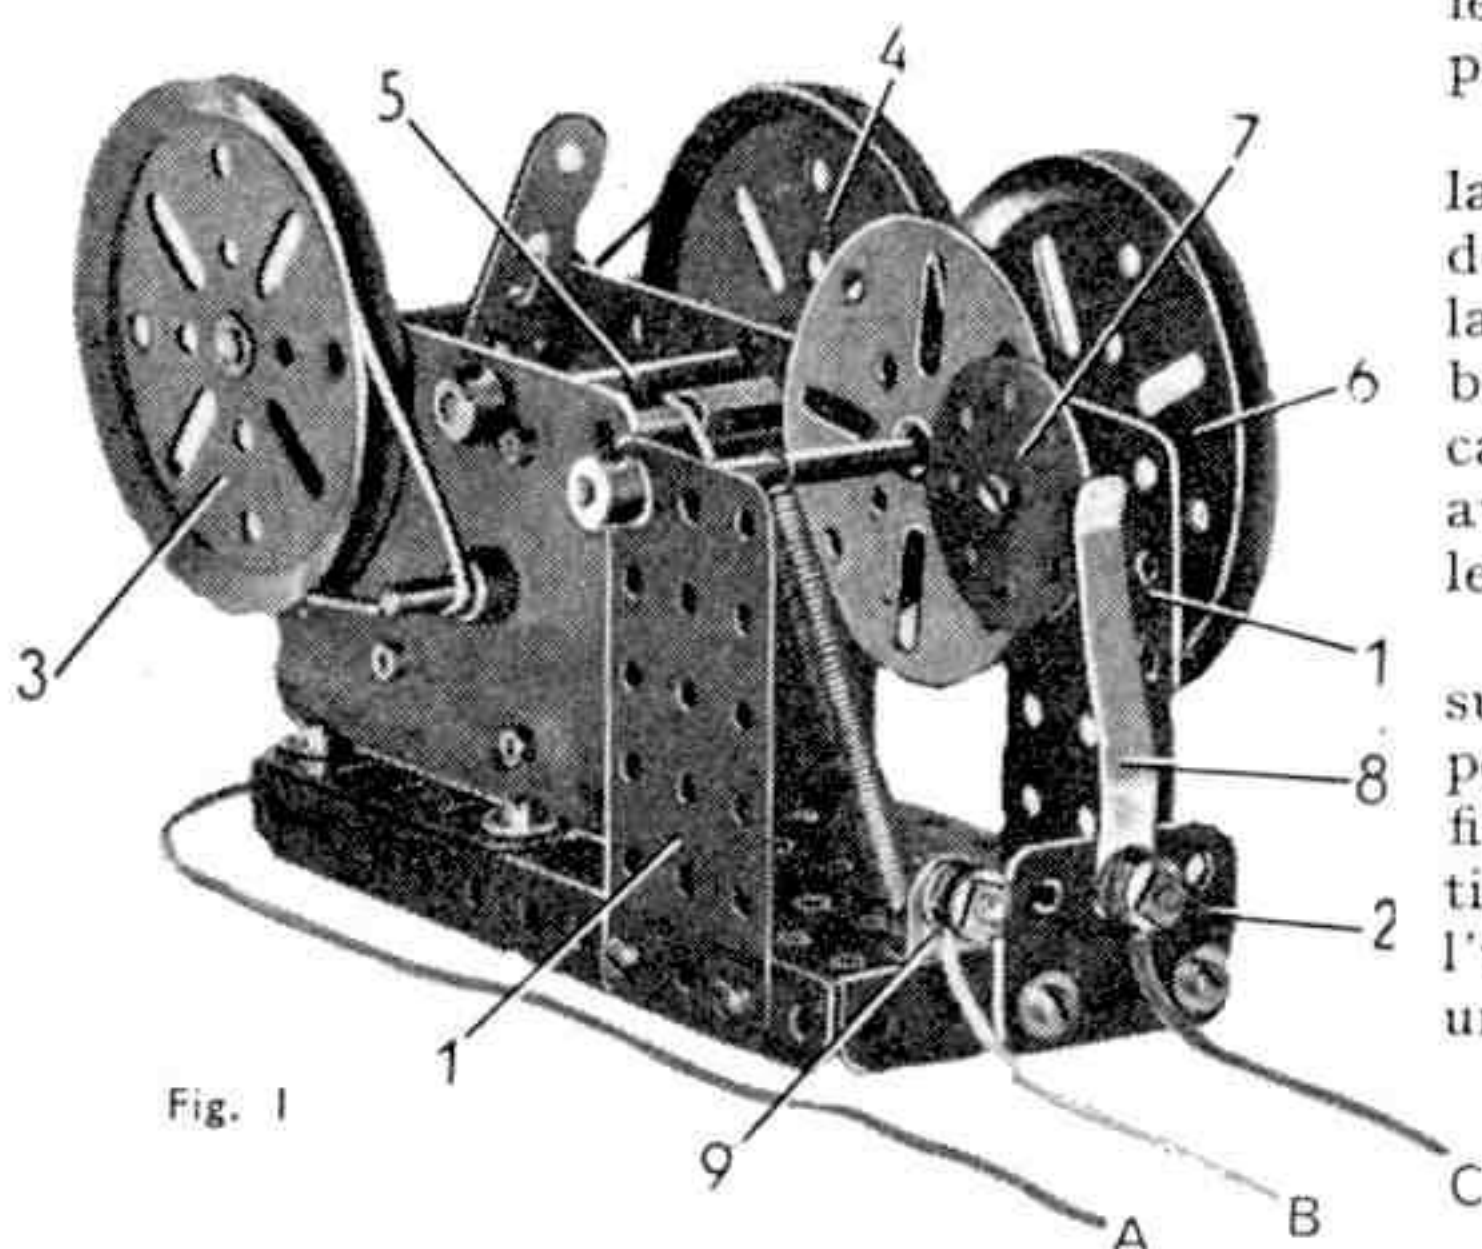

Fig. 1
La plate-forme d'accès (fig. 1 et 3) est formée d'une cornière de 15 trous (42) aux extrémités desquelles sont boulonnées perpendiculairement des cornières de 5 trous. Le plancher de la plate-forme est constitué par deux plaques flexibles de 6×6 cm. Une ouverture dans la plate-forme correspond à l'arrivée de l'échelle.